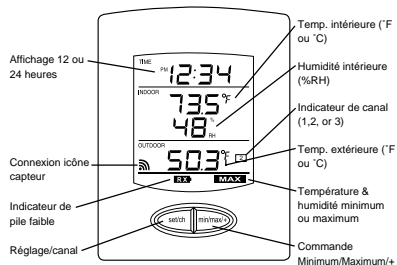

Figure 1
- Poste météo sans fil (Figure 1).